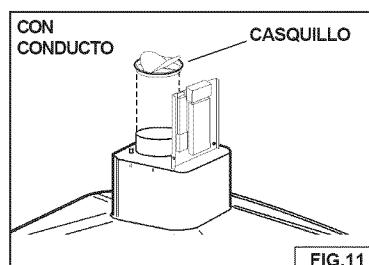

FIG. 11
2. Monte el casquillo de plástico de descarga en la abertura de descarga del soplador. Fig. 11.